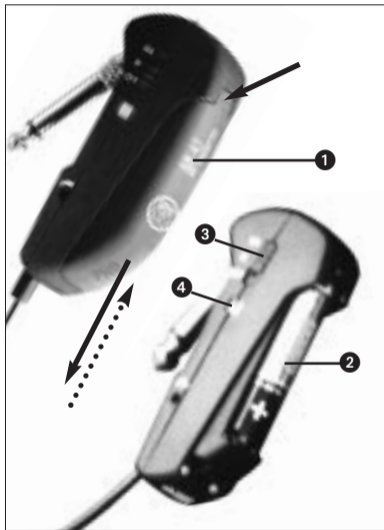

Abb. 2: Batterie einlegen
3.1 Batterie einlegen/austauschen und testen (siehe Abb. 2)
- (2) wie in Abb. 2 gezeigt in das Batteriefach ein.
5. Stellen Sie den ON/MUTE/OFF-Schalter (3) auf ON.